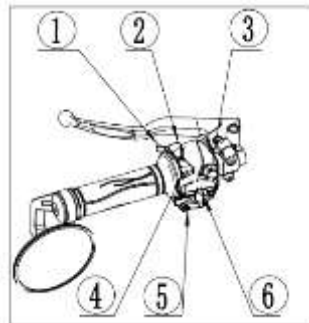

Fig8 Left switch combination
4.5 Combinación del interruptor izquierdo (Fig8)